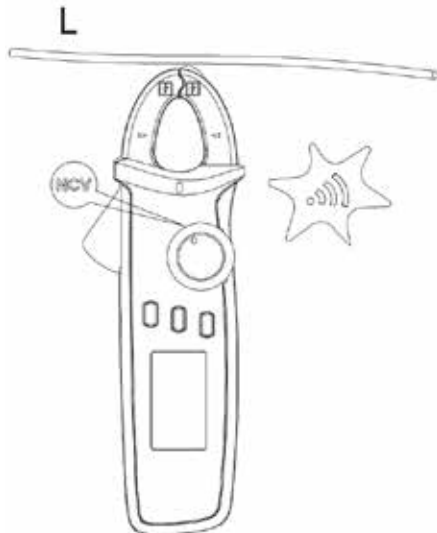

Рисунок 7
8.4. Бесконтактное обнаружение переменного напряжения (см. Рисунок 7)